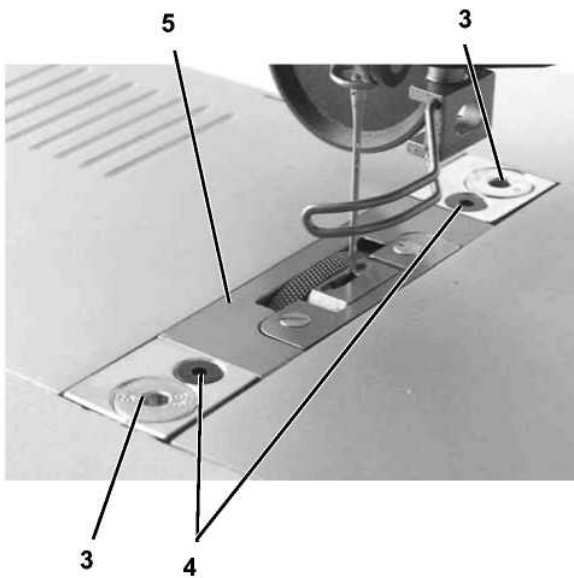

Рис. 1
- Освободите винты (3) and (4). Сдвиньте игольную пластину так, что бы достичь соответствия с правилом 2 (A) = 0,1 мм (см. Рис. 1) Закрепите винты.
- Установите иглу в такое положение, при котором она выходит из вкладыша игольной пластины. Снимите заднюю крышку и закрепите винт (6). Вручную установите иглу в положение, как показано на рисунке 2 и закрепите винт (6).